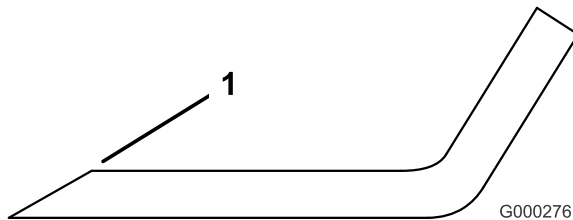

Figura 73
1. Afile el filo de corte en ambos extremos de la cuchilla (Figura 73). Mantenga el ángulo original. La cuchilla permanece equilibrada si se retira la misma cantidad de material de ambos bordes de corte.